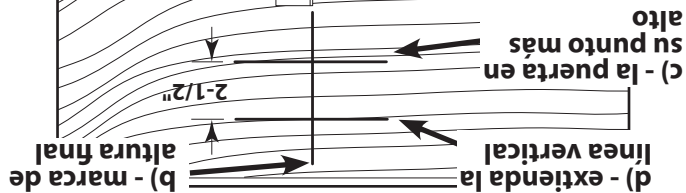

FIG. 2-1 Marca de altura final
b) Continúe esta línea en la pared arriba de la puerta unas 12" (Fig. 2-1, a).
• Marque la altura medida en la pared arriba de la puerta (Fig. 2-1, c).
• Sume 2-1/2" a la altura marcada recién hecha en la pared. Este es el lugar para el soporte del travesaño (Fig. 2-1, d).